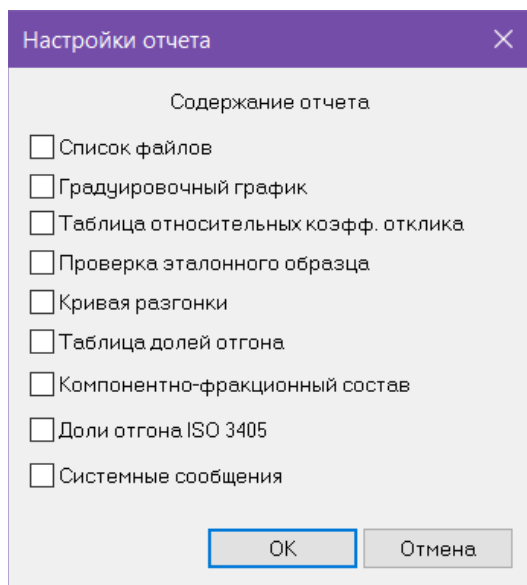

Рис. 10. Окно «Настройки отчёта»
1. В основном окне нажмите **Настройки отчёта**. Откроется окно *Настройки отчёта* (Рис. 10).